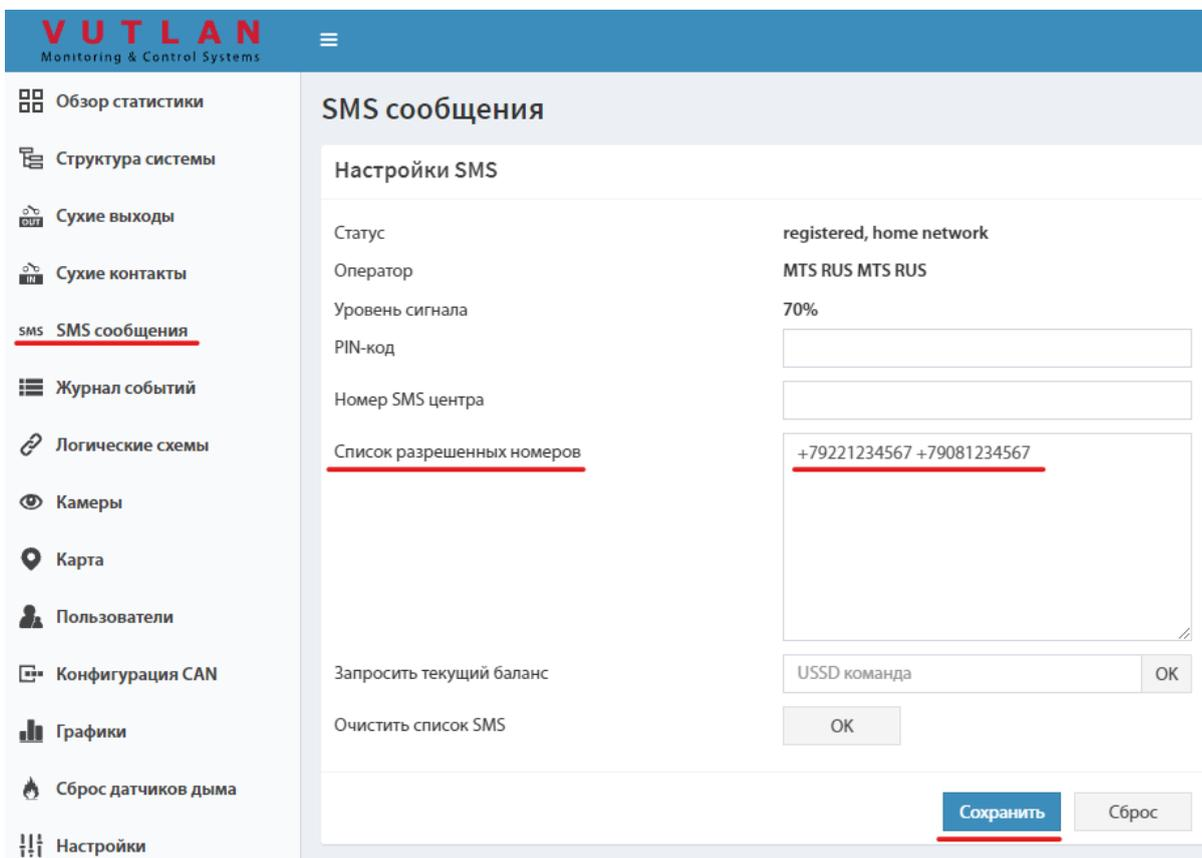

Рисунок 21 - Настройка модема
- В Web интерфейсе перейти на вкладку «SMS сообщения» убедиться что модем зарегистрирован, оператор определён, уровень сигнала больше 0. Рисунок 21.